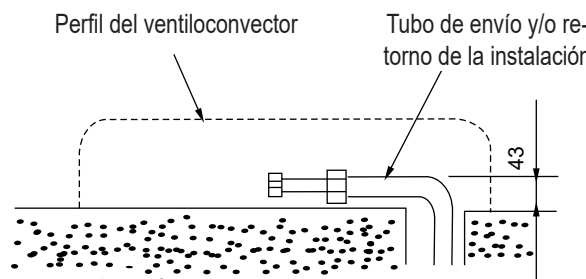

fig. 10
- Doble los tubos de envío y retorno de la instalación como se indica en "fig. 10" asegurándose de que la distancia a la pared no supere los 43 mm.